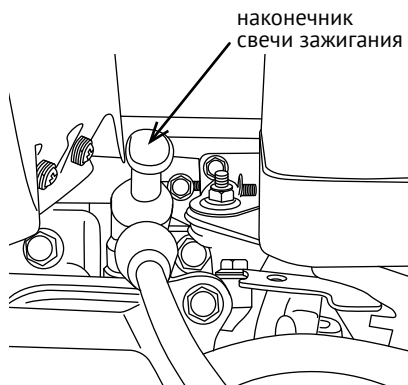

рис. 11
1. Снимите наконечник (см. рис. 11) и удалите грязь с основания свечи зажигания.